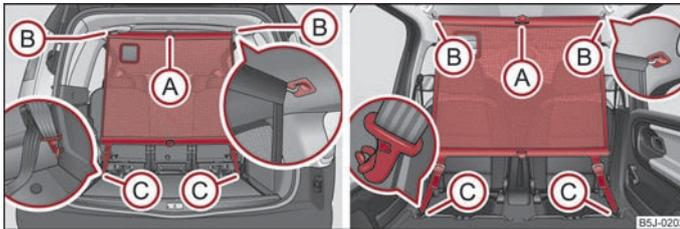

Abb. 48 Verwendung des statischen Trennnetzes hinter den Rücksitzen / hinter den vorderen Sitzen
- Setzen Sie die Querstange in die Aufnahme (B) erst auf der einen Seite und drücken die Querstange nach vorn. Auf gleiche Weise befestigen Sie die Querstange an der anderen Fahrzeugseite, Aufnahme (B) ⇒ Abb. 48.
- Hängen Sie die Karabiner (C) an den Bandenden in die Verzurrösen hinter den Rücksitzen.
- Lösen Sie Bänder auf beiden Seiten und hängen Sie die Karabiner (C) aus ⇒ Abb. 48.
- Nehmen Sie die Querstange aus den Aufnahmen (B) heraus.
Einbau und Ausbau des statischen Trennnetzes hinter den vorderen Sitzen ⇒ Abb. 48 rechts erfolgen analog wie hinter den Rücksitzen. Zum Einhängen der Karabiner verwenden Sie die Ösen hinter den vorderen Sitzen. Zum Vergrößern des Gepäckraums können Sie die hinteren Sitze ausbauen.